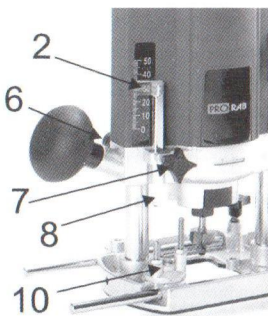

Рис. 5
- Ослабьте фиксатор положения фрезера (6)(См. Рис.5). Переведите стопор в верхнее положение.
- Отметьте начальное значение на шкале (2)(См. Рис.5).
- Установите ограничитель (7)(См. Рис.5) напротив полученного значения.
- Затяните винт-фиксатор ограничителя (8)(См. Рис.5).
- Если Вам требуется выполнить несколько резов различной глубины, настройте все ограничивающие винты на барабане (10)(См. Рис.5) на нужную длину. Закручивая или откручивая ограничительный винт, установите ограничитель глубины в желаемое положение.
- Поверните барабан (10)(См. Рис. 5) с регулировочными винтами в желаемое положение.